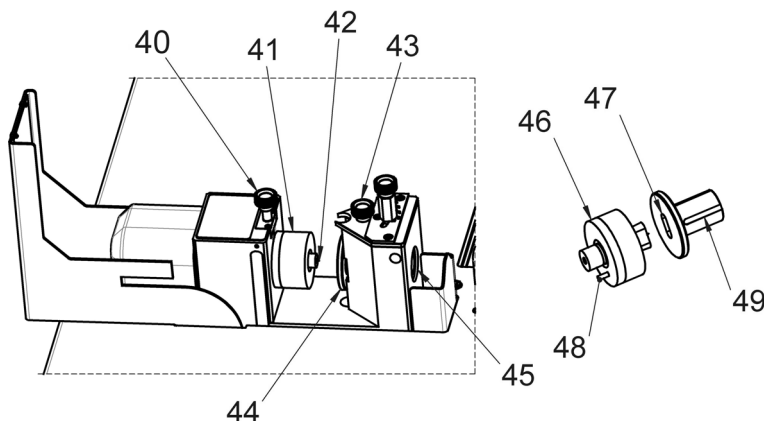

Fig. 7: Punzonatura delle sbarre
La punzonatura delle sbarre di rame o alluminio avviene con un punzone (fig. 7, 41) e la matrice corrispondente (fig. 7, 44). Punzoni e matrici per fori asolati hanno perni aggiuntivi (fig. 7, 48) o scanalature (fig. 7, 49) che facilitano il posizionamento preciso dell'angolo.
- Inserire la matrice (fig. 7, 44) nel corpo principale e fissarla con la vite di bloccaggio (fig. 7, 43). Quando si utilizza una matrice per fori asolati, posizionare la scanalatura corrispondente (fig. 7, 49) rivolta verso l'alto.
- Inserire il punzone con il raschietto in neoprene (fig. 7, 41) nel portautensile del pistone di carico e fissarlo con la vite di bloccaggio (fig. 7, 40). Per i punzoni per fori asolati (fig. 7, 46), assicurarsi che il perno di posizionamento (fig. 7, 48) si trovi esattamente nel foro corrispondente del pistone di carico e che l'allineamento del punzone corrisponda alla matrice.
- Posizionare la punta di centraggio del punzone (fig. 7, 42) direttamente sull'incisione di punzonatura. In questo modo la disposizione dei fori da punzonare può essere riprodotta con precisione.